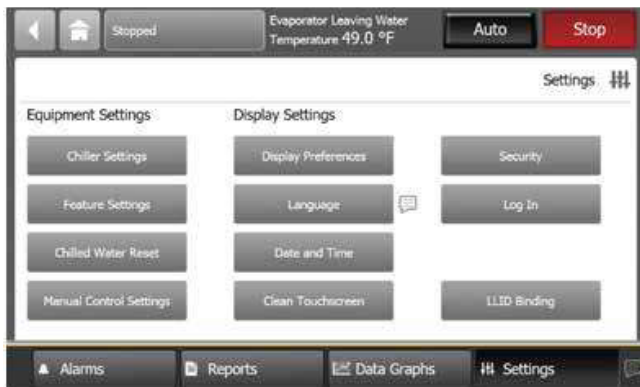

Figura 45. Tela de configurações de segurança
1. Na tela Configurações, toque no botão Security. A tela Security é exibida (Figura 45).